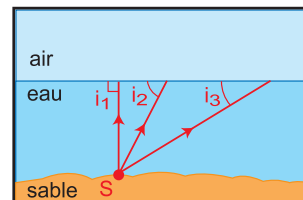

Fig. 21
- 6- L'indice relatif d'un milieu transparent (1) par rapport à un milieu transparent (2) est égal à 2. Déterminer l'angle de réfraction limite.
- 7- Un objet lumineux posé au fond d'un bassin rempli d'eau envoie vers la surface libre un faisceau de lumière divergent ; 3 rayons lumineux sont représentés sur la figure (Fig.21), faisant avec la surface les angles respectifs $i_1 = 90^\circ$, $i_2 = 60^\circ$, $i_3 = 30^\circ$. Sachant que l'indice de l'eau est 1,33 préciser pour chacun de ces rayons s'il va donner un rayon réfléchi ou un rayon émergent réfracté. Déterminer dans chaque cas l'inclinaison du rayon correspondant par rapport à la surface de l'eau.